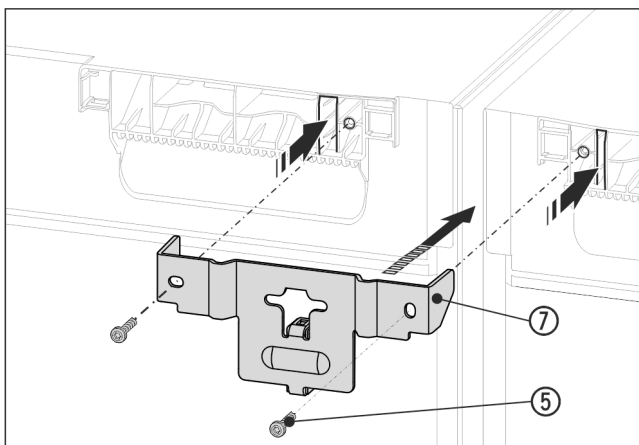

Fig. 16 Voorbeeld
- ▶ Hoekstuk Fig. 16 (7) met het afstandsstuk tussen de apparaten en met de lussen in de bovenkant van het apparaat schuiven. Met 2 schroeven Fig. 16 (5) vastschroeven.